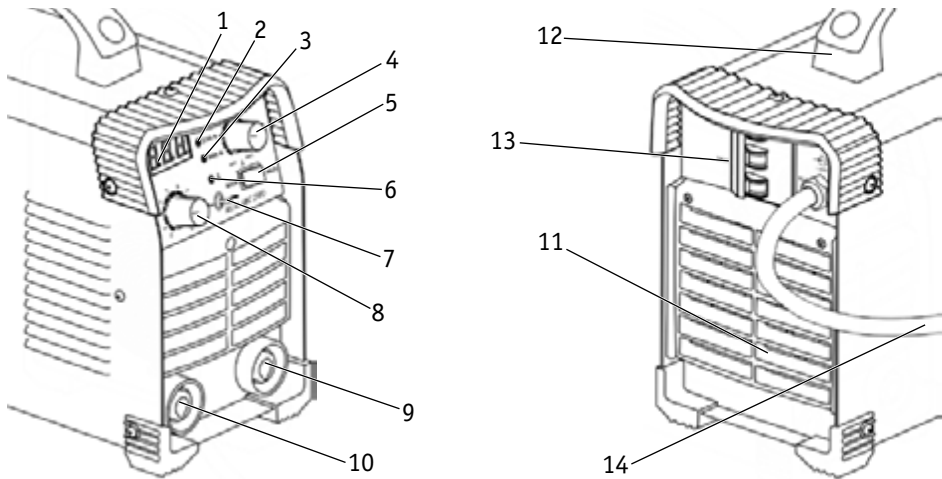

Рис. 6.1. Вид спереди и сзади.
4. Перейдите в режим MMA (См. рис. 6.1, п. 7) на передней панели сварочного аппарата.
5. При необходимости включите или выключите режим VRD (См. рис. 6.1, п.5) на передней панели сварочного аппарата.